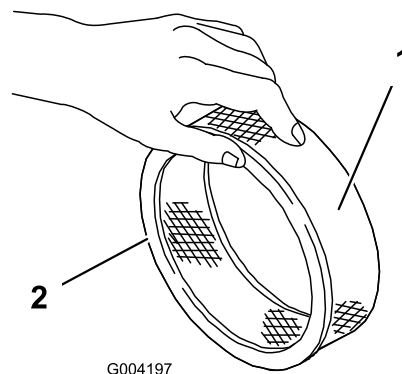

Figura 45
5. Controllate che il filtro in carta non sia strappato, che non abbia strati untuosi e che la guarnizione in gomma non sia danneggiata (Figura 45).
1. Fate scorrere attentamente il prefiltro in schiuma sintetica sul filtro di carta (Figura 45).